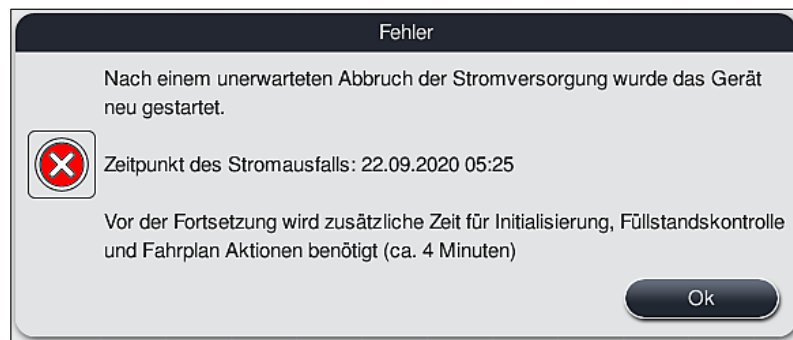

Abb. 106
- ① Die erste Meldung nach dem automatischen Neustart des Gerätes informiert den Benutzer über den Zeitpunkt des Stromausfalles (→ "Abb. 106"). Diese Meldung durch Drücken der Taste **OK** bestätigen, um die weiteren Anleitungen zur Fortsetzung des Färbeprozesses zu starten.